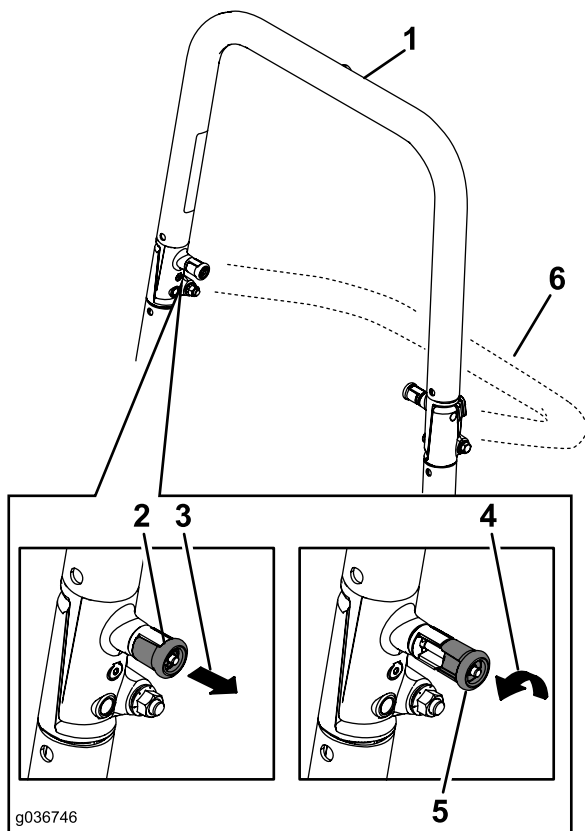

Figura 8
2. Tirate entrambe le manopole e ruotatele di 90 gradi in modo che non siano innestate (Figura 8).
3. Abbassate il roll bar (Figura 8).
1. Sollevate il roll bar nella posizione operativa e ruotate le manopole in modo che si spostino parzialmente nelle scanalature (Figura 8).
2. Sollevate completamente il roll bar premendo contemporaneamente la parte superiore del roll bar in modo che i perni scattino in posizione non appena saranno allineati ai fori (Figura 8).